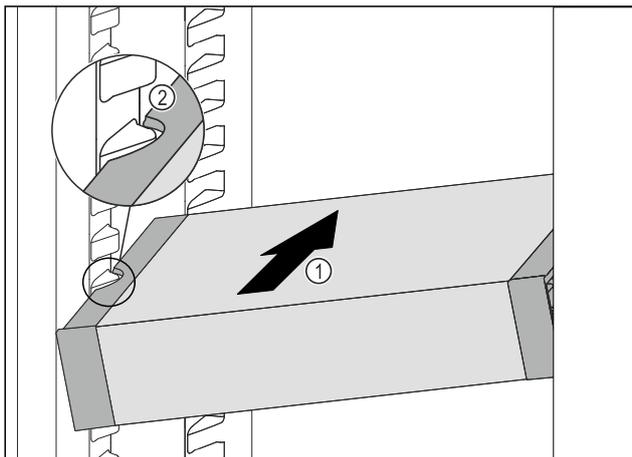

Fig. 69
- ▶ Вдвигайте VarioSafe под наклоном в холодильное отделение Fig. 69 (1), пока боковые выемки Fig. 69 (2) VarioSafe не окажутся на высоте выступа резервуара в холодильном отделении.